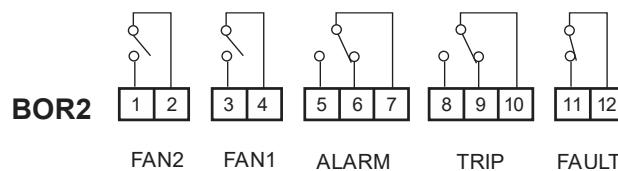

Figura 3 - Conexões Relés de Alarme e ventilação
- Faz a leitura das sondas S1, S2, S3 e Tamb. Caso alguma delas registre temperatura superior ao valor programado em ALARM em 1°C por 5s, o led ALARM acenderá. Caso a situação persista por mais de 15s, será ativado o relé ALARM, contato fechado entre os terminais 5 e 7 (Figura 3). Se pressionada a tecla por mais de 5s, o relé ALARM abrirá os contatos 5 e 7 (útil caso o relé de alarme esteja ligado a uma sirene e deseja-se interromper o som), porém o led ALARM continuará aceso até que a temperatura de todas as sondas fique abaixo do valor programado de alarme. O relé ALARM apenas acionará novamente após sair da situação de alarme atual.
- Caso a temperatura continue aumentando e um ou mais sensores supere em 1°C por 5s o valor programado em TRIP, o led TRIP acenderá. Caso a situação persista por mais de 15s, será ativado o relé TRIP, contato fechado entre os terminais 8 e 10 (Figura 3). Quando se ativa o TRIP, ativa-se ALARM, pois é condição anterior a TRIP.
- Quando a temperatura diminuir em 1°C ao valor programado em TRIP, o led TRIP apagará e o relé voltará à condição anterior, contato aberto entre os terminais 8 e 10 (Figura 3).
- Quando a temperatura diminuir em 1°C ao valor programado em ALARM, o led ALARM apagará e o relé voltará à condição anterior, contato aberto entre os terminais 5 e 7 (Figura 3)
- Teste de presença ou falha dos sensores PT100: As falhas possíveis de detectar são de sensor aberto ou curto-círcuito do PT100. Caso detecte a ausência ou falha de algum sensor, aparecerá no painel a mensagem **FLE** seguida do nome dos sensores que estão com problema (**S1, S2, S3** ou **ERb**). O led FAULT, juntamente com os leds dos sensores com falha, piscará. O relé FAULT fechará, contato fechado entre os terminais 11 e 12 (Figura 3). Se o equipamento sair da condição de falha, o led FAULT apagará e o relé abrirá, contato aberto entre os terminais 11 e 12 (Figura 3).
- Caso algum sensor supere a temperatura do parâmetro Fon (Fan on) por um período superior a 15s, será ativado o relé FAN1 (Figura 3, contatos 3 e 4 fechados). O relé desliga quando a temperatura de todos os sensores for inferior ao valor programado no parâmetro Fof (Fan off). O mesmo se dá para os parâmetros de FAN2 e o relé FAN2 (Figura 3, contatos 1-2)
Na Figura 3 é apresentada a pinagem dos relés de saída do controlador. Conforme o esquema da Figura 6, o relé FAULT opera normalmente ligado, o que significa que o controlador apresentará falha também em caso de falta de alimentação em BOR3.